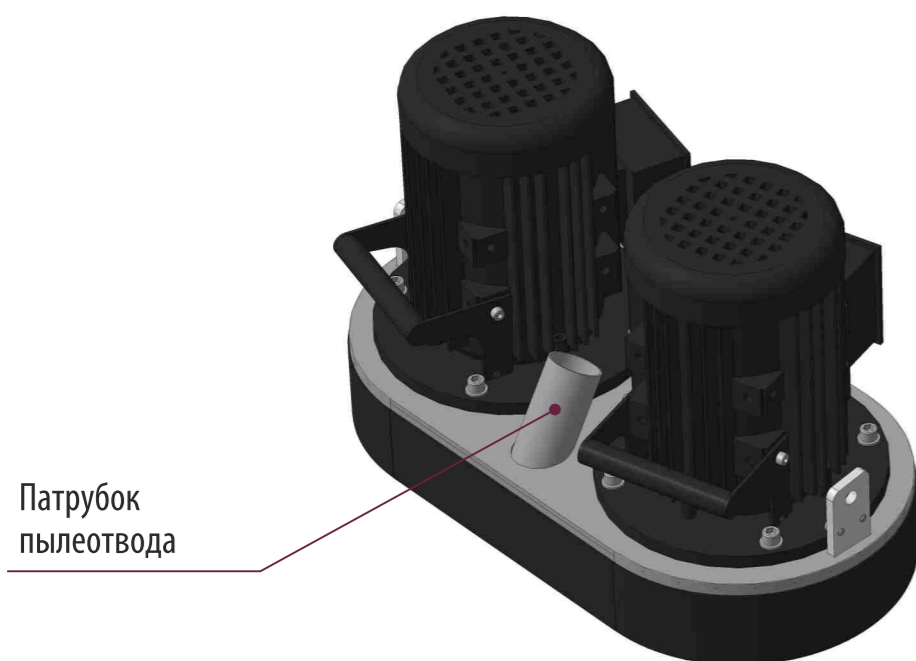

Рис.3 Подсоединение пылесоса
- Шланг пылесоса одевается на патрубок для отвода пыли, расположенный на рабочей части машины (Рис. 3).